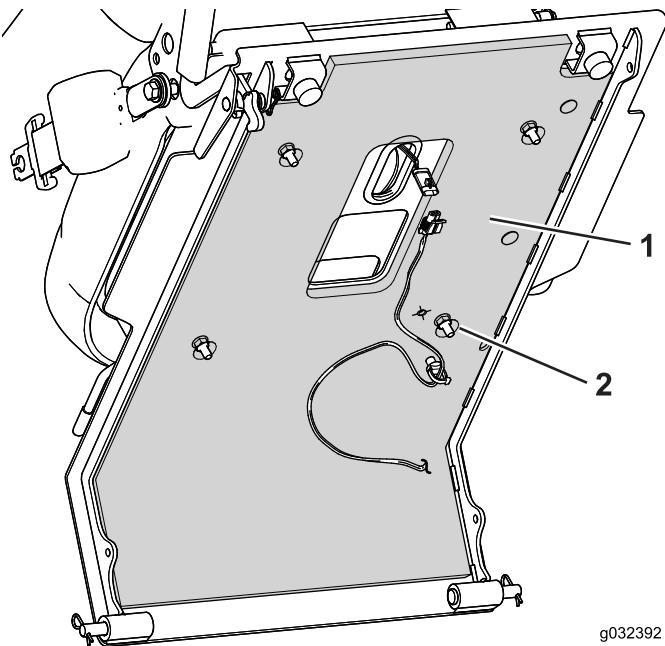

Bild 6
5. Entfernen Sie das Trägermaterial und bringen das Schutzblech unter dem Sitz an der Unterseite der Sitzplatte an (Bild 6).